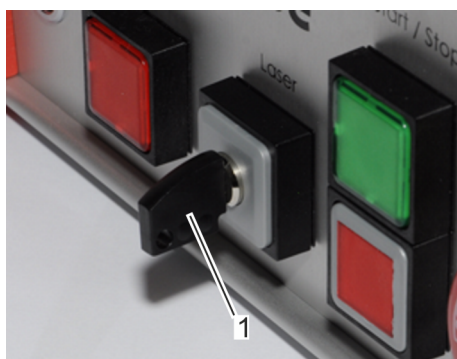

Abb. 6: [Schlüsselschalter]
1. ➤ [Schlüsselschalter] (Abb. 6/1) nach links drehen, bis er senkrecht steht.